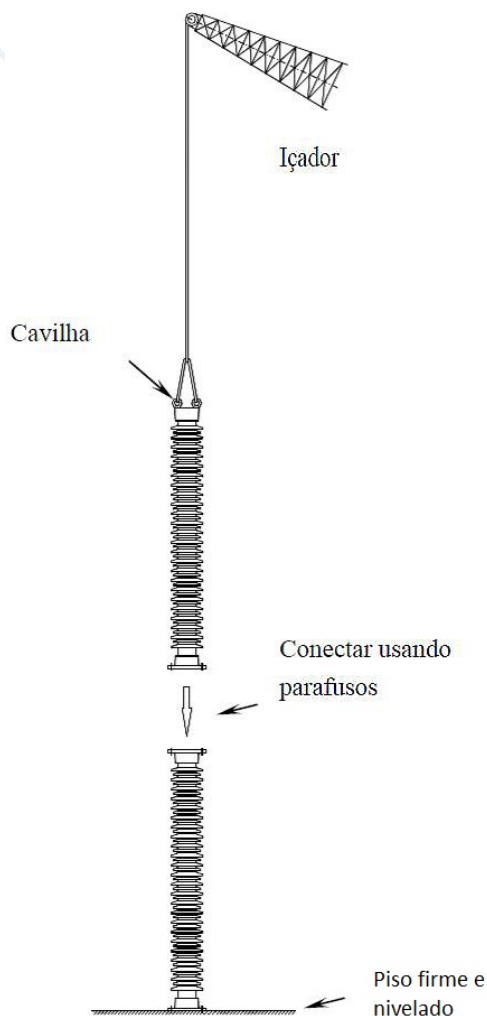

Figura 4 – Conexão de corpos de isoladores.
- Colocar o corpo acima do isolador base conforme Figura 4.